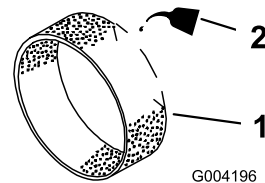

Figure 16
3. Imbibez le préfiltre de 30 à 60 ml d'huile (Figure 16).